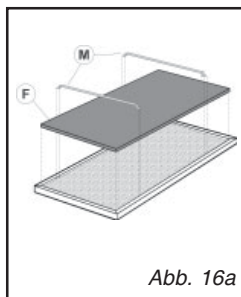

Abb. 16a
• Wechsel des Kohlefilters (Abb. 16a-16b)